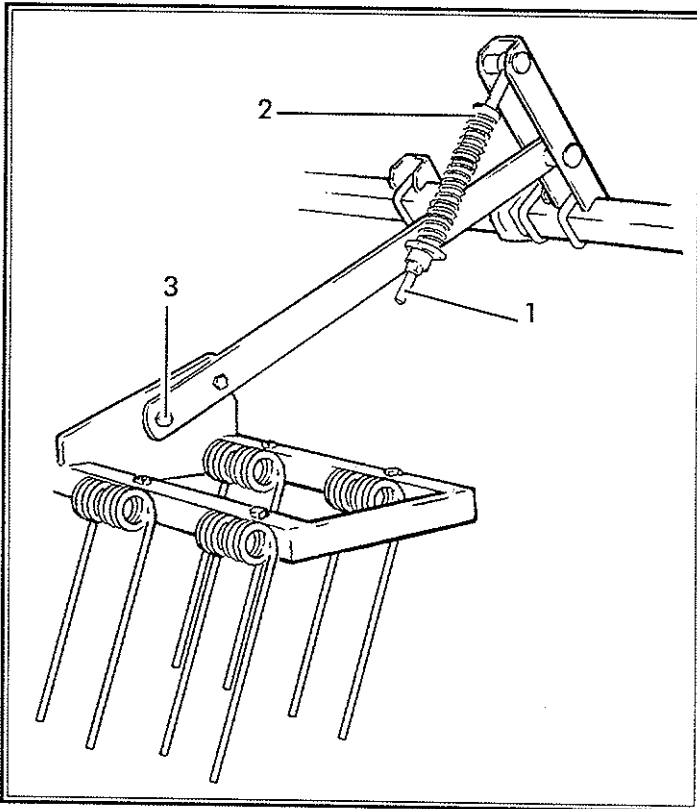

Fig. 8
- 1- En altura, actuando sobre la tuerca inferior (1, fig. 8).
- 2- En presión, mediante la tuerca superior del tensor (2, fig. 8).
- 3- En inclinación, variando la posición de los tornillos que sujetan la rastra a los brazos (3, fig 8).